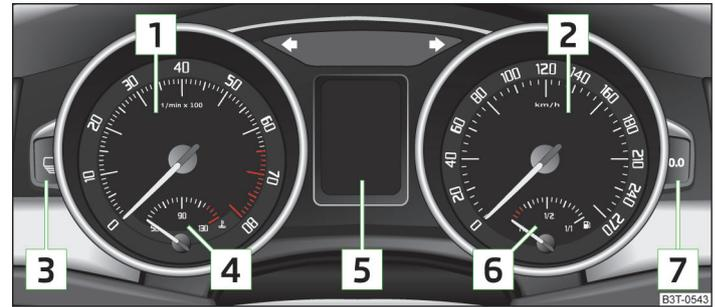

Abb. 2 Kombi-Instrument
Der rote Skalabereich des Drehzahlmessers  » Abb. 2 auf Seite 10 kennzeichnet den Bereich, in dem das System beginnt, die Motordrehzahl zu begrenzen. Das System begrenzt die Motordrehzahl automatisch auf einen sicheren Grenzwert.
› Die Taste [7] » Abb. 2 auf Seite 10 länger drücken.
Die Uhr wird mit den Tasten [3] und [7] eingestellt » Abb. 2 auf Seite 10.
- › Die Taste [3] » Abb. 2 auf Seite 10 wiederholt drücken, bis die Anzeige des Gesamtkilometerzählers blinkt » Seite 12.